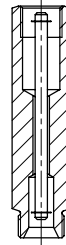

Bild 5
4.1 Distanshylsa för högre temperaturer (bild 5)